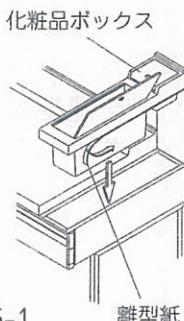

図8-5-1
(4) 化粧品ボックスの設置（間口135cm以上の場合のみ）
①化粧品ボックス裏側の両面テープ離型紙をはがし、ドレッサーキャビネットのエンド側に合わせて貼付けてください。（図8-5-1）